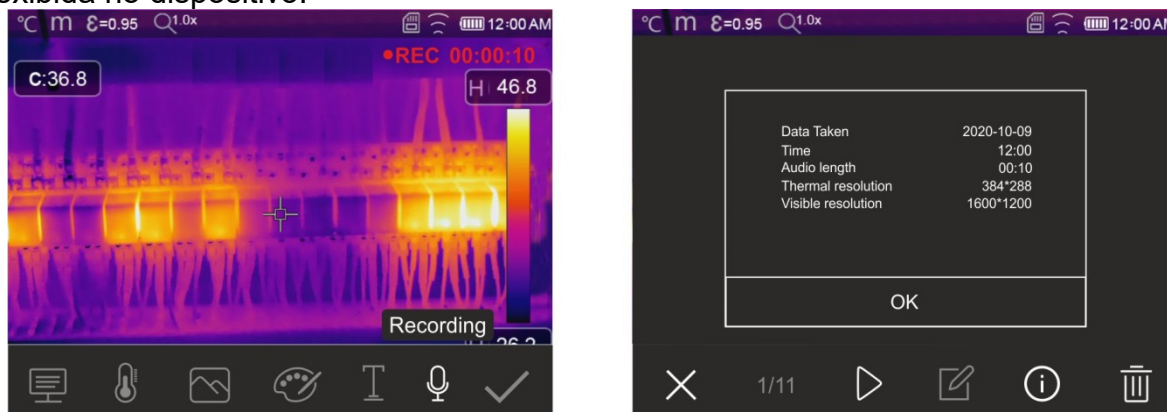

Fig. 50: Inserir anotação de voz na imagem
2. **Pressione e segure o botão T (Trigger) por pelo menos 2s.** A indicação "REC" é mostrada na parte superior para indicar a gravação em andamento (ver Fig. 50)